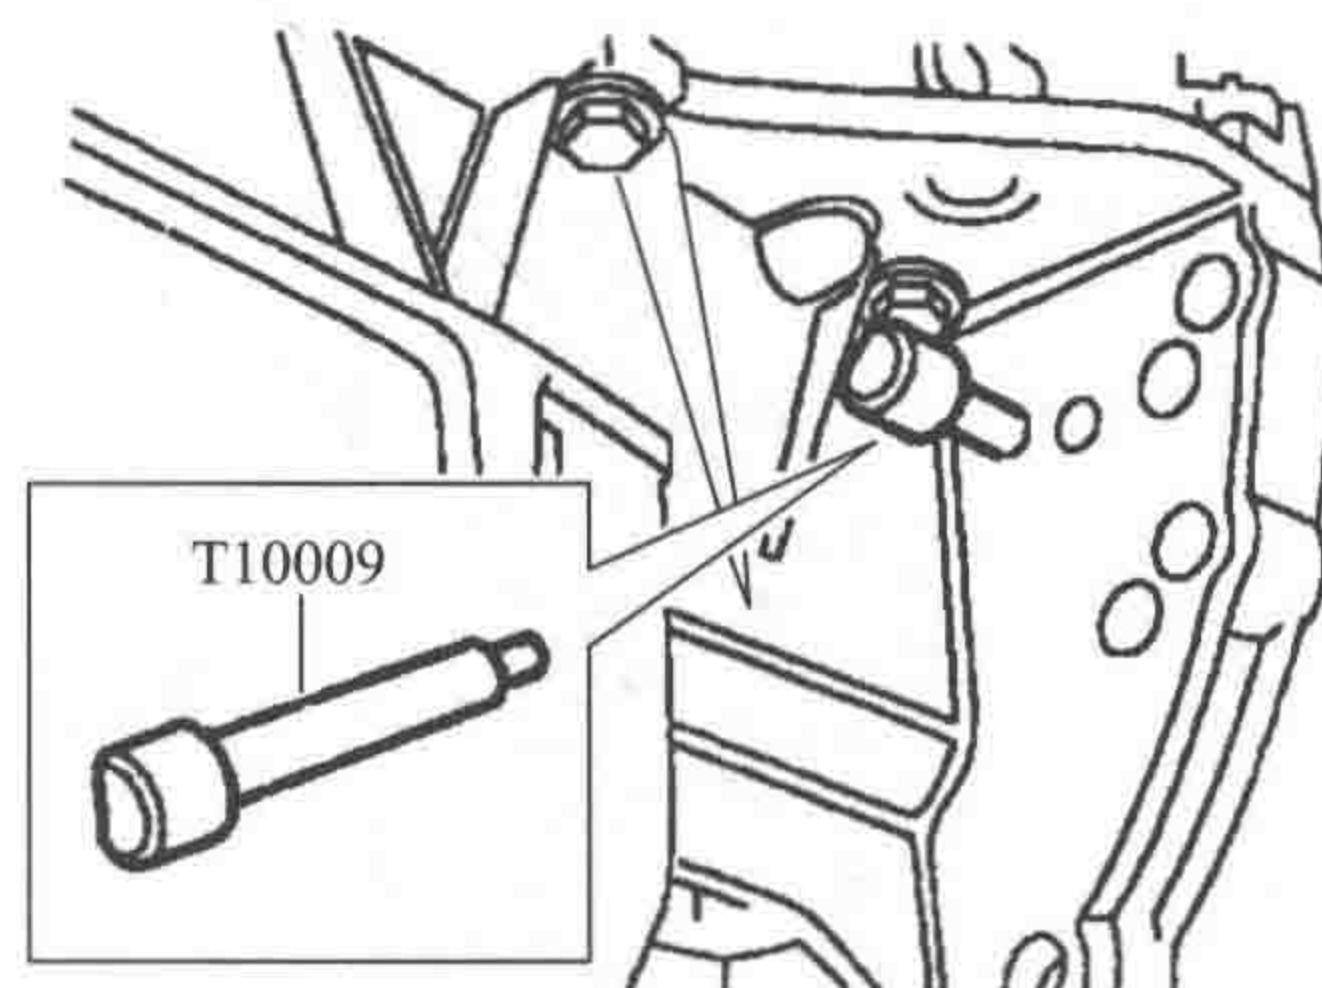

图 1-2-2 插入正时销 T10009
⑧ 如果是自动变速器，则将正时销 T10009 穿过曲轴箱下部的内孔；如果是手动变速器，则将正时销 T10009 穿过外孔，使正时销到达驱动盘/飞轮内，使曲轴锁止，如图 1-2-2 所示。